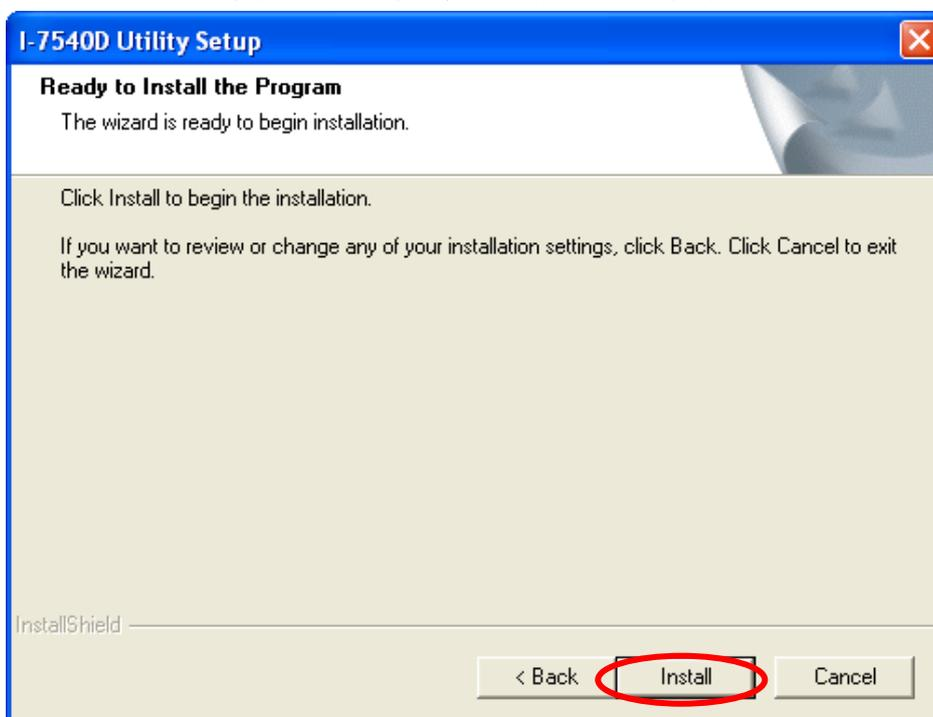

图 3-4: 「准备安装程序」对话框
**Step 5:** 点击「Next」后，画面弹跳出「准备安装程序」的窗口提示用户，安装精灵已准备好开始安装的程序。其画面如图 3-4 所示。